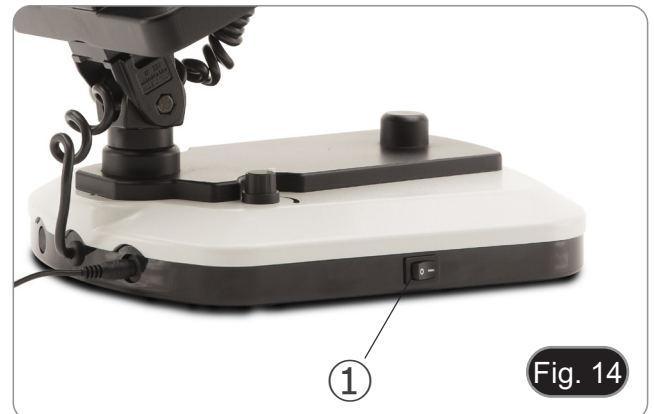

Fig. 14
1. Stellen den Hauptschalter ① (an der linken Seite der Basis) auf die Position "I", um die Basis mit Strom zu versorgen. (Fig. 14)